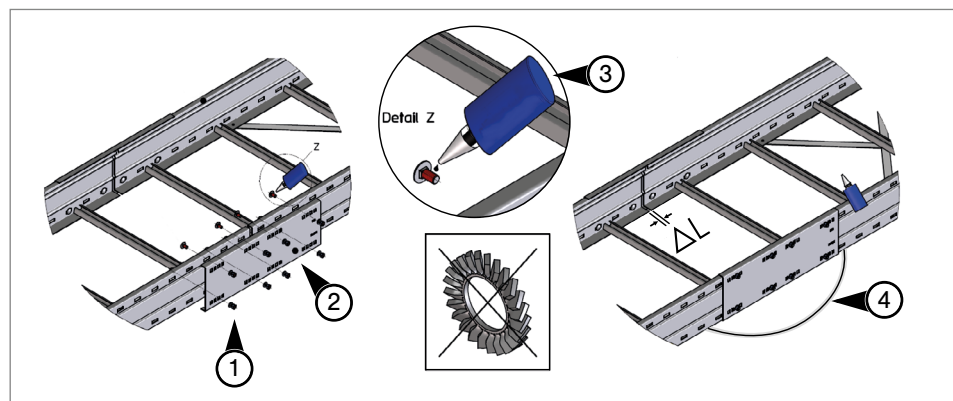

Abb. 4: Verbinder als Loslager montieren
1. Den Ausdehnungsabstand wie in Kapitel „8.1.2 Ausdehnungsabstand bestimmen“ auf Seite 15 beschrieben (siehe ΔL in Abb. 4) ermitteln.
2. Die Verbinder fest mit einer der beiden zu verbindenden Kabeltrassen befestigen, siehe Abb. 4 Nr. 1.